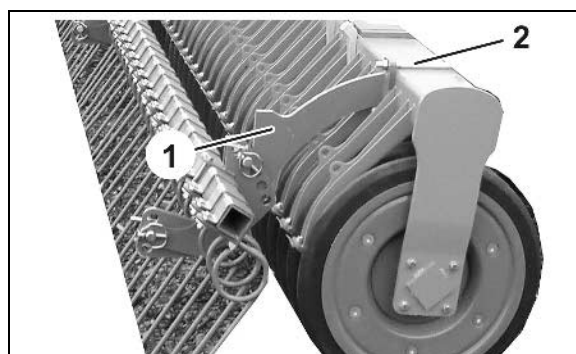

Fig. 16
- o Lossa klämbyglarna (Fig. 16/2) till vänster och höger och ta bort efterharven med hållare (Fig. 16/1).